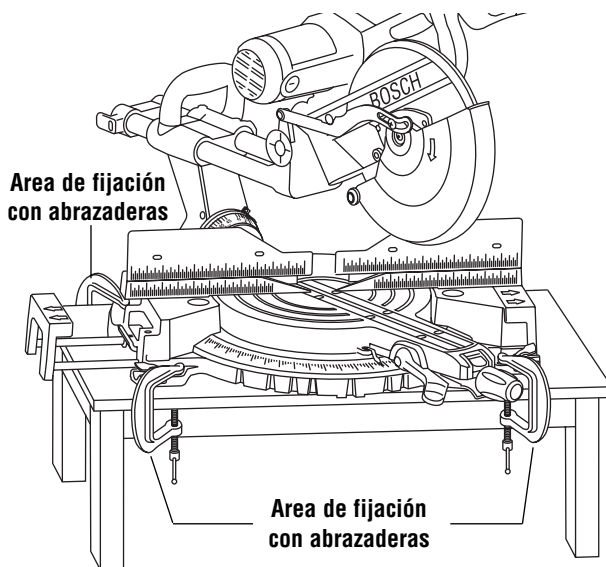

Figura 15. Montaje portátil usando abrazaderas
- Coloque dos (2) o más abrazaderas en “C” en las áreas de fijación con abrazaderas y fíjelas (Figura 15).
- Tenga cuidado de no poner las abrazaderas sobre las palancas de sujeción de las extensiones de la base (Figura 15).